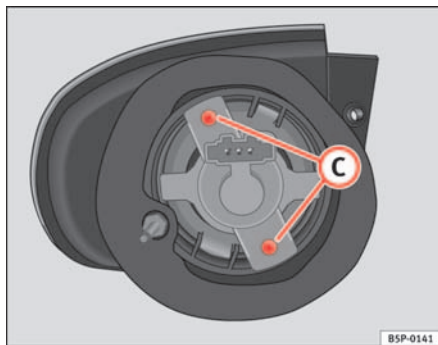

Fig. 190 Luz intermitente
- Desenroscar os parafusos ⇒ página 266, fig. 190 (C) dos porta-lâmpadas e retire-o.
- Retirar os parafusos ⇒ fig. 190 C dos porta-lâmpadas e puxe-o.